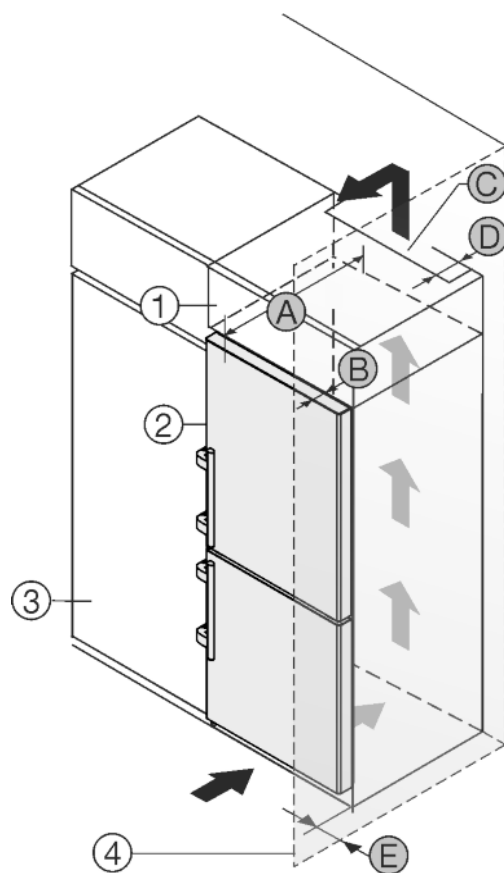

Fig. 12
Spotřebič lze zabudovat do kuchyňských skříní. K vyrovnání spotřebiče Fig. 12 (2) na výšku kuchyňské linky lze na přístroj nasadit nástavec Fig. 12 (1).
Spotřebič lze instalovat přímo vedle kuchyňské skřínky Fig. 12 (3). Aby bylo možné dvířka plně otevřít, musí spotřebič přesahovat o hloubku Fig. 12 (B) vůči přední linii kuchyňské skřínky. V závislosti na hloubce kuchyňských linek a použití vymezení odstupů od stěny může spotřebič vyčnívat dále.
- Na zadní straně skříňky nástavce musí být větrací šachta hluboká alespoň hloubku *Fig. 12 (D)* mm přes celou šířku nástavce skříňky.
- Pod stropem místnosti musí být dodržen ventilační průřez *Fig. 12 (C)*.
Pokud je spotřebič se závěsy instalován vedle stěny *Fig. 12 (4)*, musí být dodržena vzdálenost *Fig. 12 (E)* mezi spotřebičem a stěnou. To odpovídá přesahu madla při otevřených dveřích.